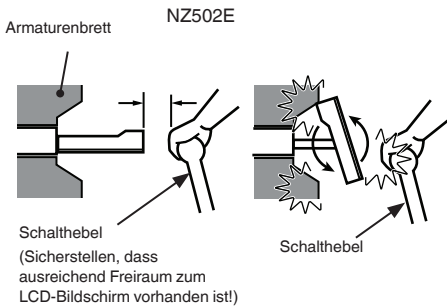

Abbildung 2
2. Dieses Modell verfügt über ein ausziehbares Bedienfeld. In einigen Fahrzeugen kann das Bedienfeld das Armaturenbrett oder den Schalthebel berühren. In diesem Fall kann das Gerät nicht eingebaut werden. Vergewissern Sie sich vor dem Einbau und der Auswahl des Einbauorts, dass das Gerät den Betrieb des Schalthebels nicht einschränkt und Ihnen nicht die Sicht versperrt. (Abbildung 2)